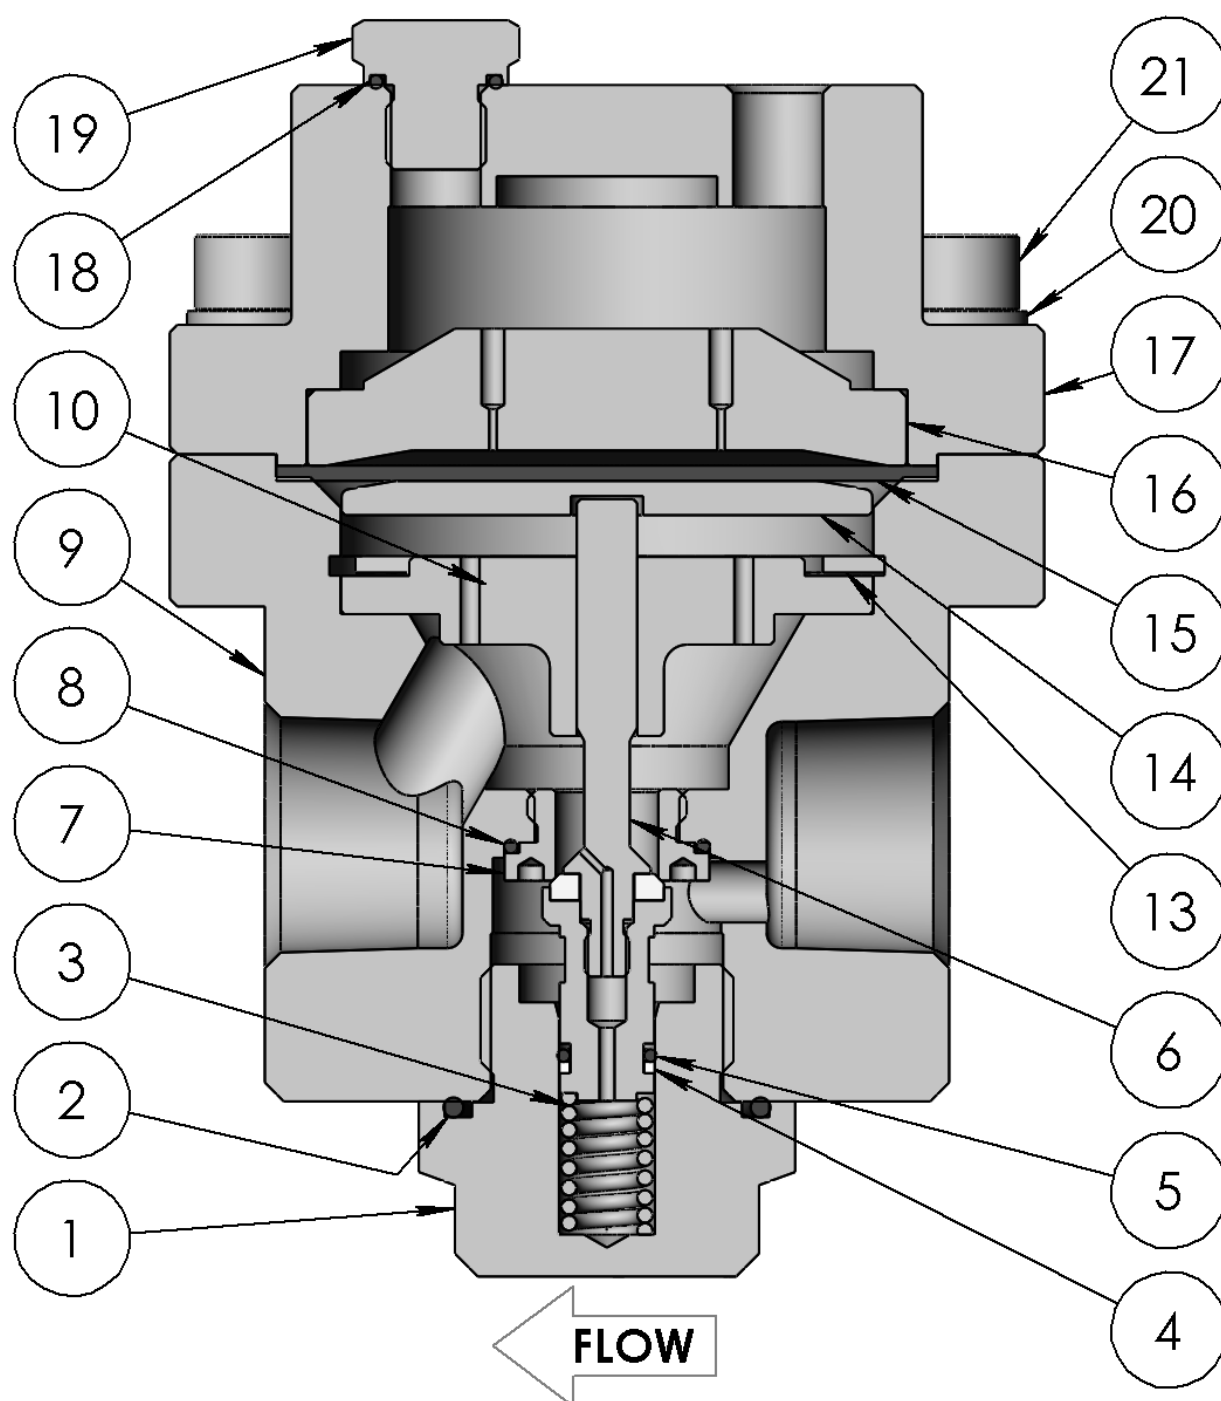

図 9
5. ポペット O リング(5)と、あればポペット・バックアップ・リング(4)をポペットに取り付けます。取り付け時の正しい向きは、図 9 を参照してください。